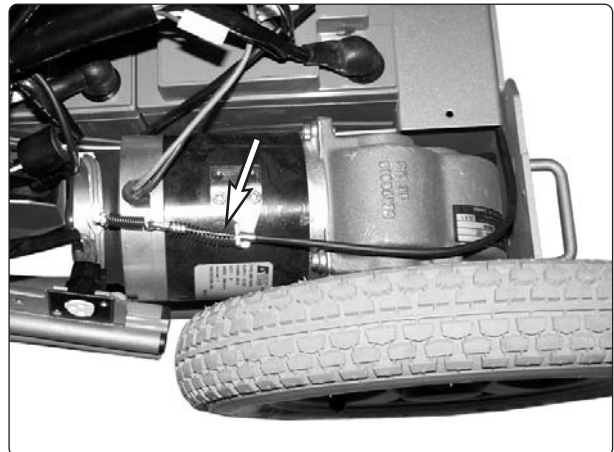

Abb. 28. Bremsentriegelungsbowdenzug befestigen.
8. Befestigen Sie den Bremsentriegelungsbowdenzug, siehe Abb. 28.